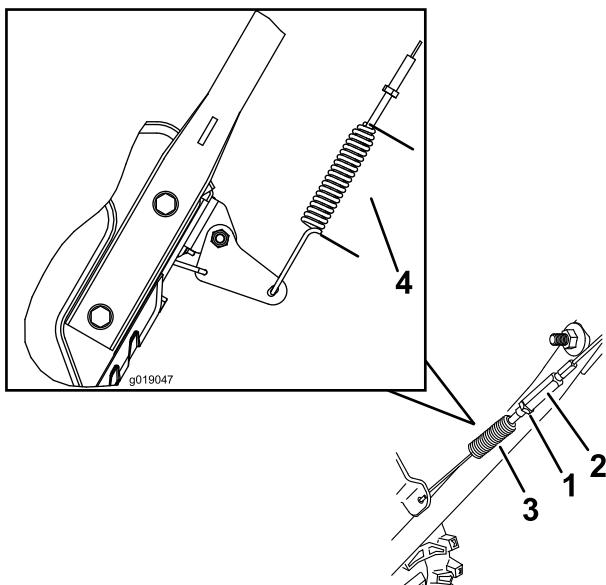

Figure 40
- Desserrez ou serrez le tendeur pur régler la longueur du ressort à 7 cm (Figure 40).
- Serrez le contre-écrou (Figure 40) en vérifiant que le câble est légèrement tendu.